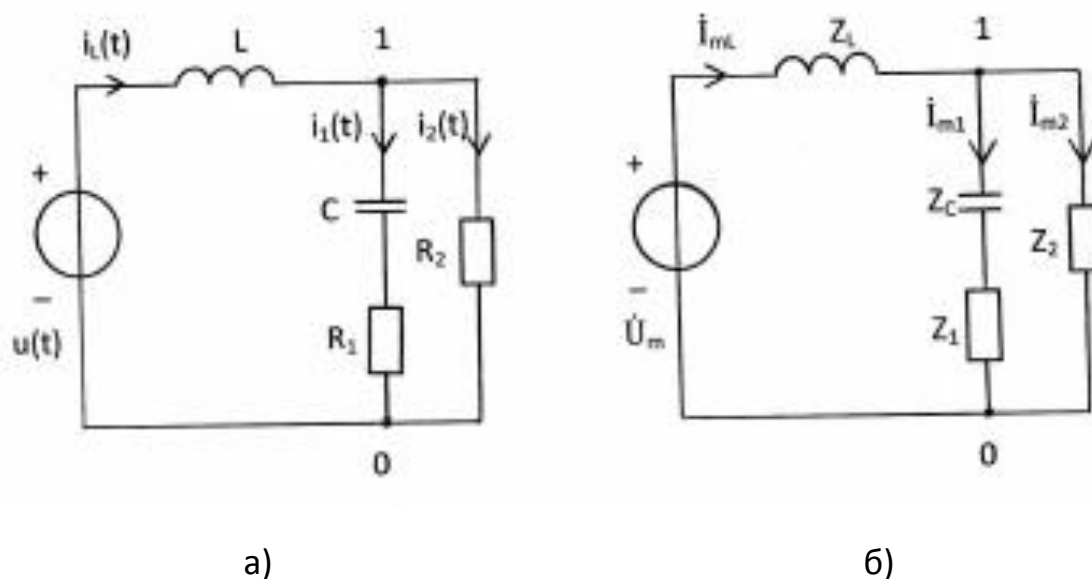

Рис. 3.7
Для цепи, схема которой приведена на рис. 3.7,а, рассчитать все токи и напряжения, записать их мгновенные значения, вычислить действующие значения, если  $u(t)=20 \cdot \cos(10^5 \cdot t)$  В;  $L=0,4 \cdot 10^{-3}$  Гн;  $C=0,25 \cdot 10^{-6}$  Ф;  $R_1=40$  Ом;
Применим символический метод. Зададимся положительными направлениями токов в цепи и покажем их стрелками на рис. 3.7. Отметим узлы 0, 1.
1. Переходим к комплексной схеме замещения цепи (рис. 3.7,б). Определим параметры схемы: